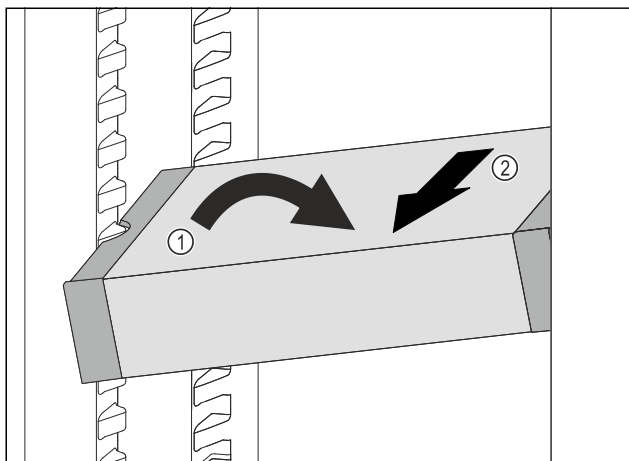

Fig. 119
- Plasser VarioSafe skrått i kjøleskapet. Fig. 119 (1)
- Ta ut VarioSafe ved å trekke den forover. Fig. 119 (2)